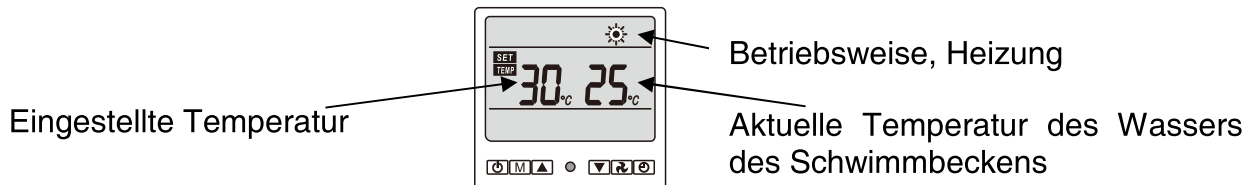
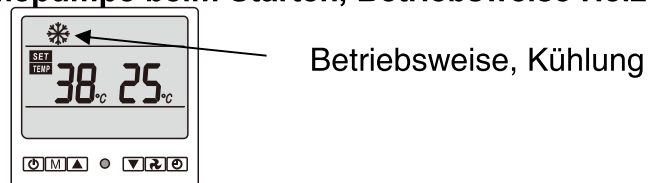

Abbildung 10: Display der Wärmepumpe beim Starten, Betriebsweise Heizung.
Abbildung 11: Display der Wärmepumpe beim Starten, Betriebsweise Kühlung.
Drücken Sie zum Starten der Wärmepumpe die Taste ; die Wärmepumpe startet innerhalb von 3 Minuten. Das Display zeigt sofort die zuletzt gewählte Betriebsweise (Heizung oder Kühlung), siehe Abbildung 10. Abbildung 11, die letzte eingestellte Temperatur und die aktuelle Wassertemperatur des Schwimmbeckens (Heizung oder Kühlung) an.
- Heizung, das Display zeigt das Symbol  an, siehe Abbildung 10.
- Kühlung, das Display zeigt das Symbol  an, siehe Abbildung 11.
angezeigt; falls keine Taste gedrückt wird oder falls die Taste  gedrückt wird, kehrt das Display zur Anzeige der üblichen Informationen zurück, siehe Abbildung 10 und Abbildung 11.